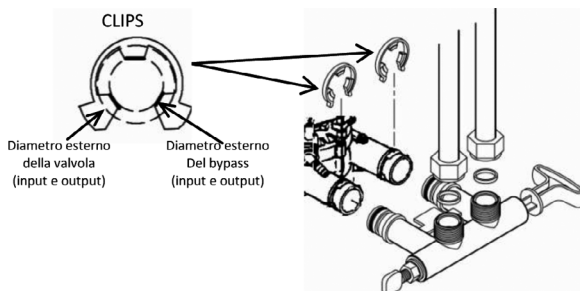

Figura 4 - Collegamento del bypass
6. Collegare il bypass alla valvola, rivolgendolo verso l'alto o verso il basso a seconda del posizionamento della rete idrica come in Figura 4.
7. Inserire le clips nella valvola di bypass come in Figura 4 assicurandosi che i 3 denti della clip si inseriscano perfettamente nei relativi fori in ingresso (IN) ed uscita (OUT) sulla testa della valvola.
Collegare il bypass all'impianto idrico facendo riferimento alla Figura 4. Inserire i tubi flessibili nel bypass e collegarli all'impianto principale.